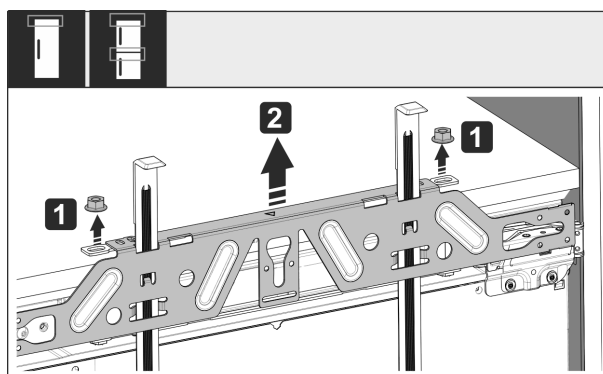

Fig. 51
- ▶ Odkręcić nakrętki zabezpieczające Fig. 51 (1).
- ▶ Zdjąć poziomą listwę mocującą Fig. 51 (2).